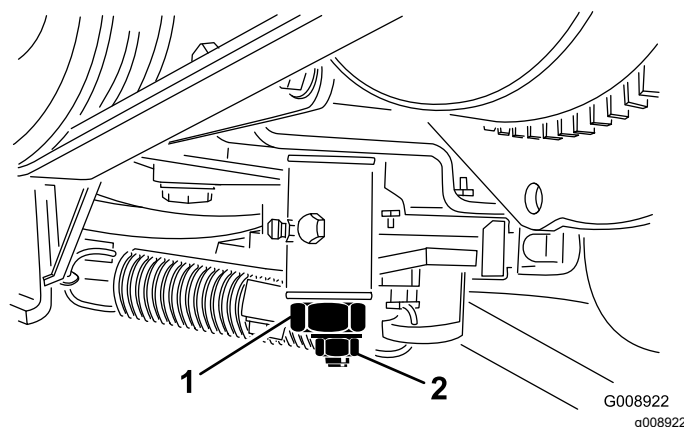

Рисунок 57
3. Ослабьте контргайку на кулачке регулировки тяги (Рисунок 57).